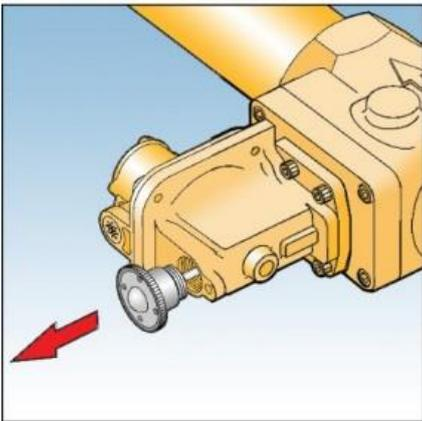

Fig. 9
25. Rearme o bloqueio por alta pressão soltando o pino de rearme e puxando-o firmemente. Segure na posição até que a tubulação a jusante esteja totalmente pressurizada, e então solte o pino gentilmente. Rosqueie no corpo da válvula. Veja Fig. 9.
4. Remova a mola e substitua pela nova. Veja Fig. 9.